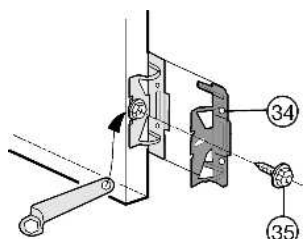

Fig. 11
- ▶ Прикрутите все крепежные уголки Fig. 11 (34) винтами с шестигранной головкой Fig. 11 (35) на дверце устройства, используя предварительно просверленные отверстия.
- ▶ установите третью пару крепежных уголков Fig. 11 (34).